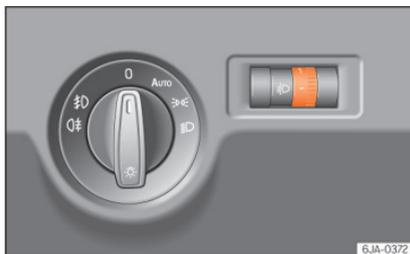

Abb. 130 Kombiinstrument: Leuchtweitenregulierung
- Drehen Sie den Regler **»» Abb. 130** bis die gewünschte Leuchtweite der Scheinwerfer erreicht ist.